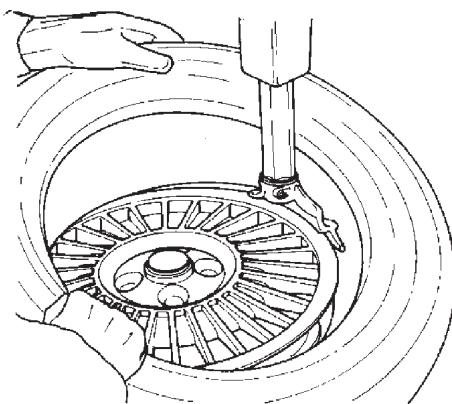

Fig.4.2-3
B. Bloquer la jante sur l'autocentreur et la tourner pour avoir la vanne sur 2h. Mettre le pneu sur la jante. Approcher le bras déporté et mettre l'outil en position de travail (Fig. 4.2-3). Engager le talon inférieur AU-DESSUS de l'ailette de montage et EN-DESSOUS de la languette de l'outil (Fig. 4.2-3). Faire tourner l'autocentreur dans le sens des aiguilles d'une montre (pressé le pédale à la droite) et pousser le talon dans le creux en position opposée à l'outil